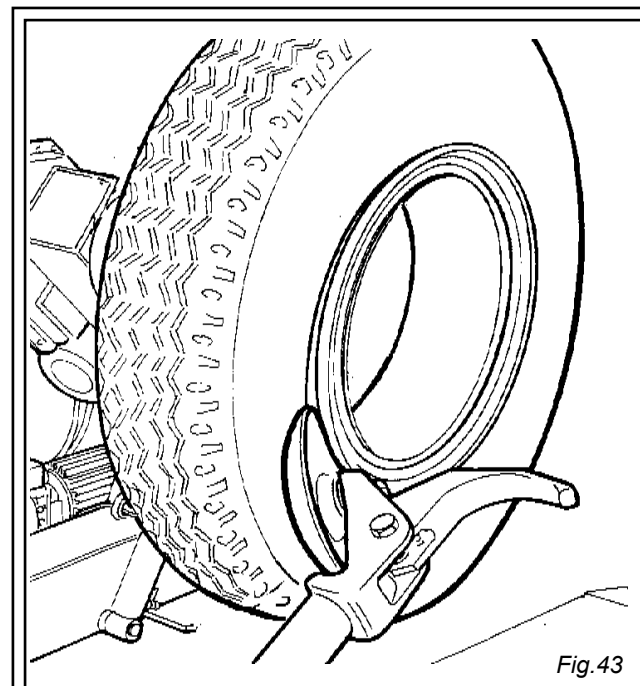

Fig.43
7) Posizionare il cerchietto sul cerchio, quindi montare l'anello di bloccaggio aiutandosi con il disco stallonatore come in Fig. 43.
7) Put the split-ring on the rim and then install the locking ring with the help of the disk as shown in Fig. 43.
7) Установите на обод разрезное кольцо, а затем вставьте запирающее кольцо с помощью отжимного диска, как показано на Рис. 43.
7) Den Spaltring auf der Felge anordnen, dann den Sperring montieren, wobei man sich wie in Abb. 43 gezeigt mit dem Abdrückscheibe hilft.